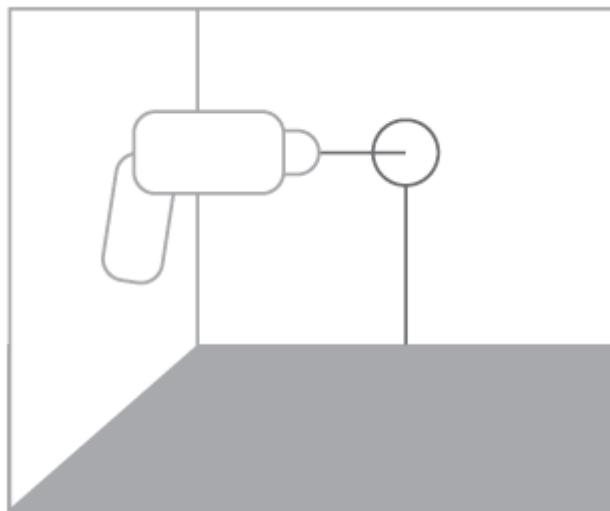

Рис. 1
1. Определите и подготовьте место для установки терморегулятора и датчика температуры (рис.1)